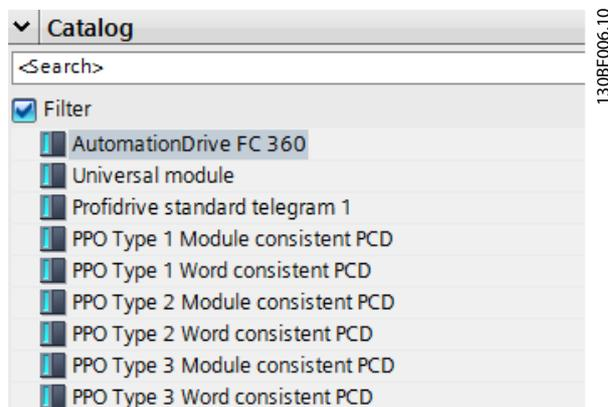

图 3.5 导入和访问 GSD 文件
4. 通过硬件目录中的路径导入和访问 FC 360 GSD 文件，如图 3.5 所示。